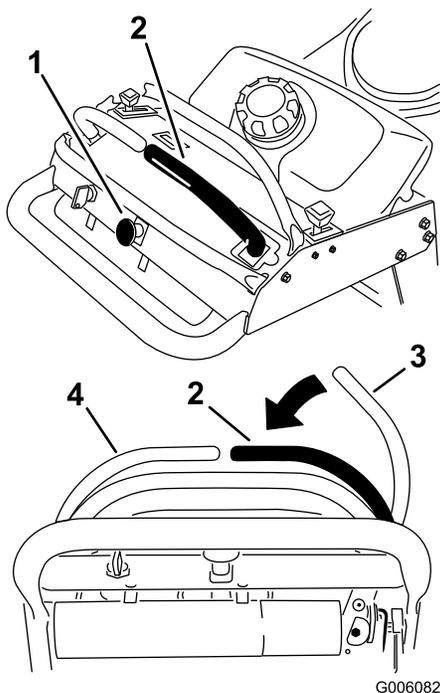

Bild 8
1. Schieben Sie zum Einkuppeln der Schnittmesser den rechten Fahrtriebshebel in die mittlere, nicht arretierte Stellung (Bild 8).